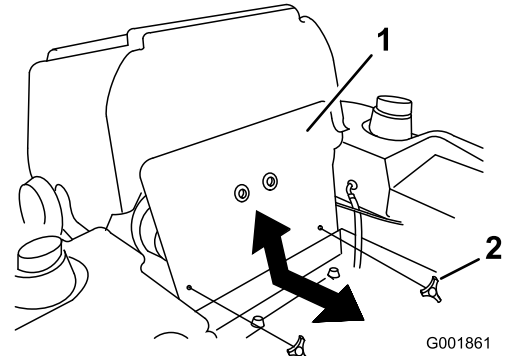

Figura 47
1. Incline el asiento hacia adelante y retire el panel delantero del motor (Figura 47).